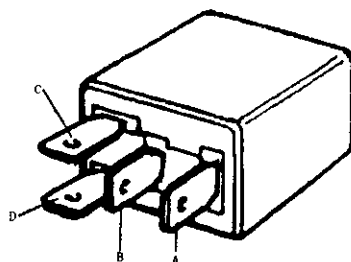

图 4-3 检查每两个插头间的电阻
- ①拆掉蓄电池上负极线。
- ②从保险丝盒内拆下各继电器。
- ③检查每个插头间的电阻值,如图 4-3 所示。